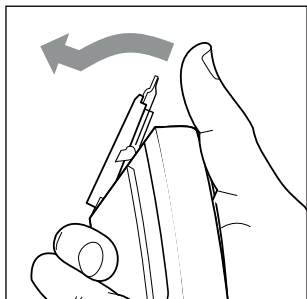
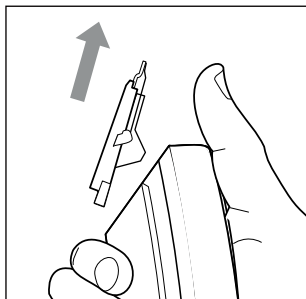

Fig. 8
Fig. 9
- 1) Commencez par appuyer sur la tête de coupe **1** avec le pouce pour la sortir de l'appareil par l'avant (voir fig. 8). Sortez ensuite la tête de coupe **1** par le haut de l'appareil (voir fig. 9).